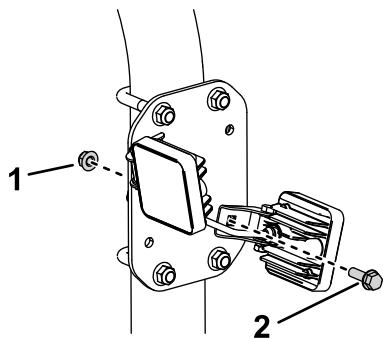

Figura 1
1. Remova as porcas e parafusos existentes da luz de trabalho como se mostra na Figura 1.